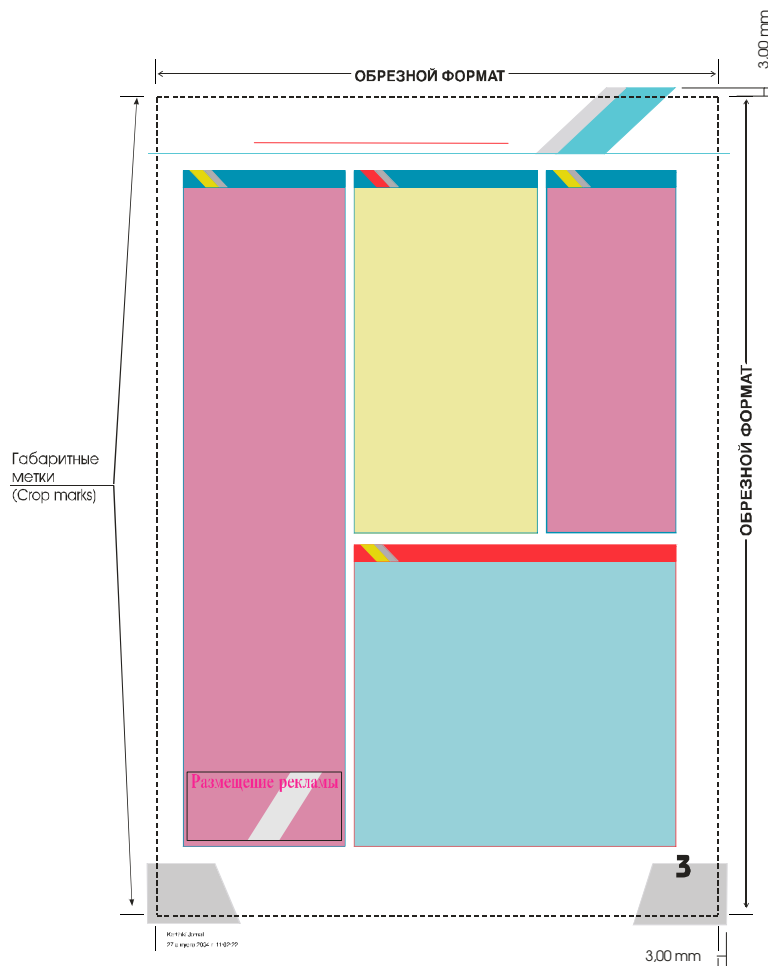

Рис. 1.
**1.2.** Все элементы, печатаемые в край листа, под обрез, должны иметь “вылет” за край обрезного формата (выход изображения за обрезной формат) – 3 мм (рис.1).